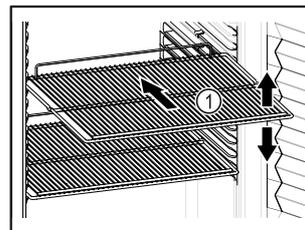

Fig. 88 Representación a modo de ejemplo
- Si los estantes de rejilla Fig. 88 (1) se pueden colocar en distintas posiciones, ajustarlos en altura.